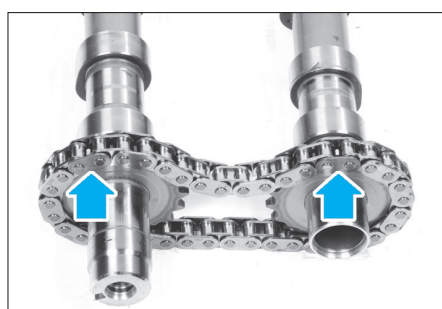

Fig. 57
- Positionner la chaîne des deux arbres à cames en respectant les deux repères sur la chaîne. Les deux maillons cuivrés sur les dents peintes en jaune des pignons d'arbres à cames (Fig.57).